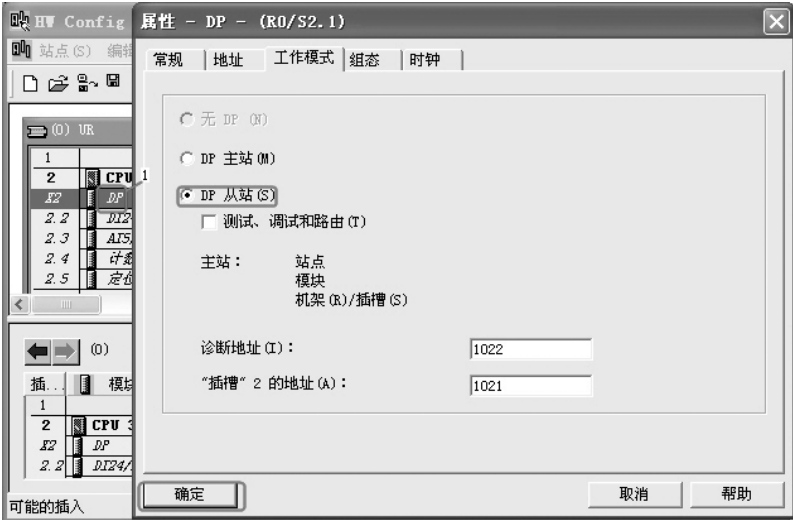

图 8-109 工作模式选择
5) 选择通信的波特率。在图 8-108 中，先选定 PROFIBUS 的通信的波特率为“1.5 Mbps”，再单击“确定”按钮，弹出如图 8-109 所示的界面。
6) 选择操作模式。在图 8-109 中, 先双击“1”处的 DP, 再选择操作模式为“DP 从站”模式选项, 再选定“组态”选项卡, 弹出如图 8-110 所示的界面。